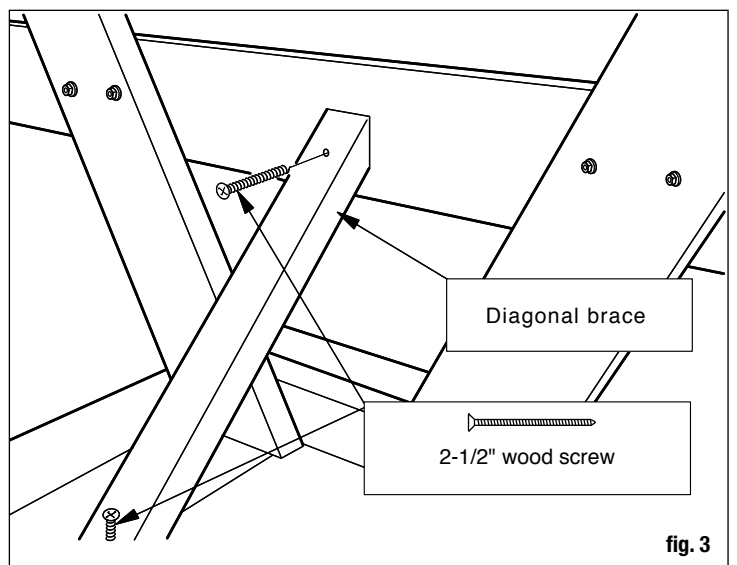

fig. 3
Predrill and attach diagonal braces (C) using the 2-1/2" wood screws (fig. 3). Before attaching diagonal brace, make sure the legs are perpendicular to the table top. This will ensure that the table top is level and the seat benches can be attached correctly. Turn the table right side up.
Pretaladre y sujete los soportes diagonales (C) utilizando los tornillos para madera de 6.4 cm. (2-1/2 pulg.) (fig. 3). Antes de sujetar el soporte diagonal, asegúrese de que las patas están perpendiculares a la cubierta. Esto garantizará que la cubierta esté a nivel y que puedan colocarse correctamente los asientos. Coloque la mesa al derecho.